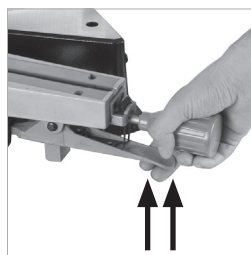

Fig. 31
- Relevez le levier de butée positive (**Fig. 31**)